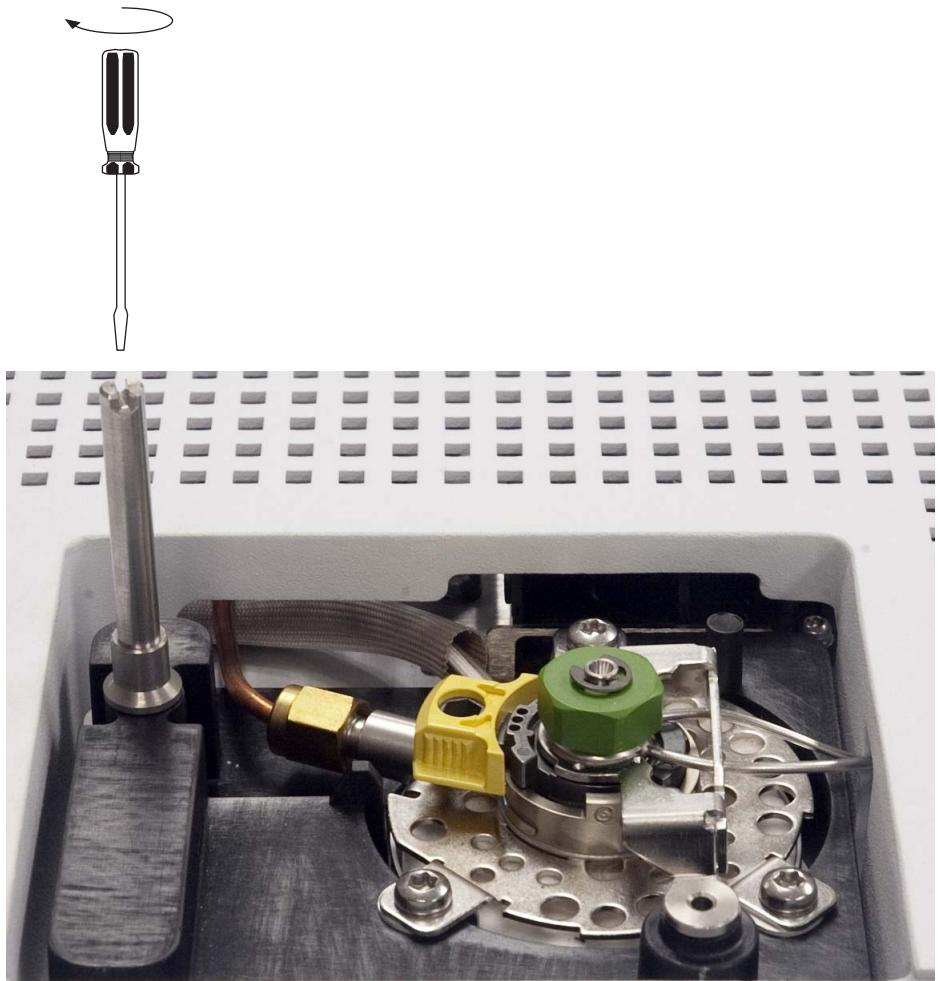

Figura 18 Installazione della staffa di montaggio (GC/MSD LTM 5975T)
- **GC/MSD LTM 5975T.** Installare nella staffa di montaggio dell'iniettore. La staffa deve essere ruotata fino in fondo (Figura 18).